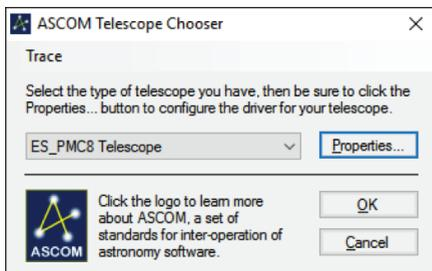

Figure 1. Fenêtre de sélection de télescope ASCOM.
18. La fenêtre ASCOM Choisir s'affiche. Recherchez et sélectionnez "ES_PMC8.Telescope" dans la liste déroulante. (Figure 1.)